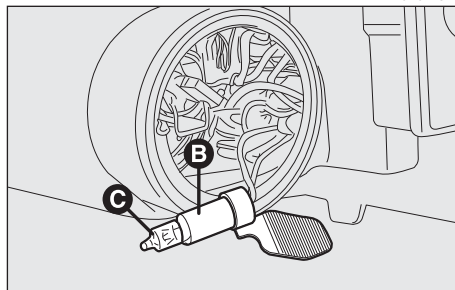

fig. 36
– Estrarre la lampada (**C**-fig. 36), dal portalamпада, spingendola leggermente e girandola in senso antiorario.
– Sostituire la lampada e reinserire il portalamпада (**B**-fig. 36) nella sua sede.